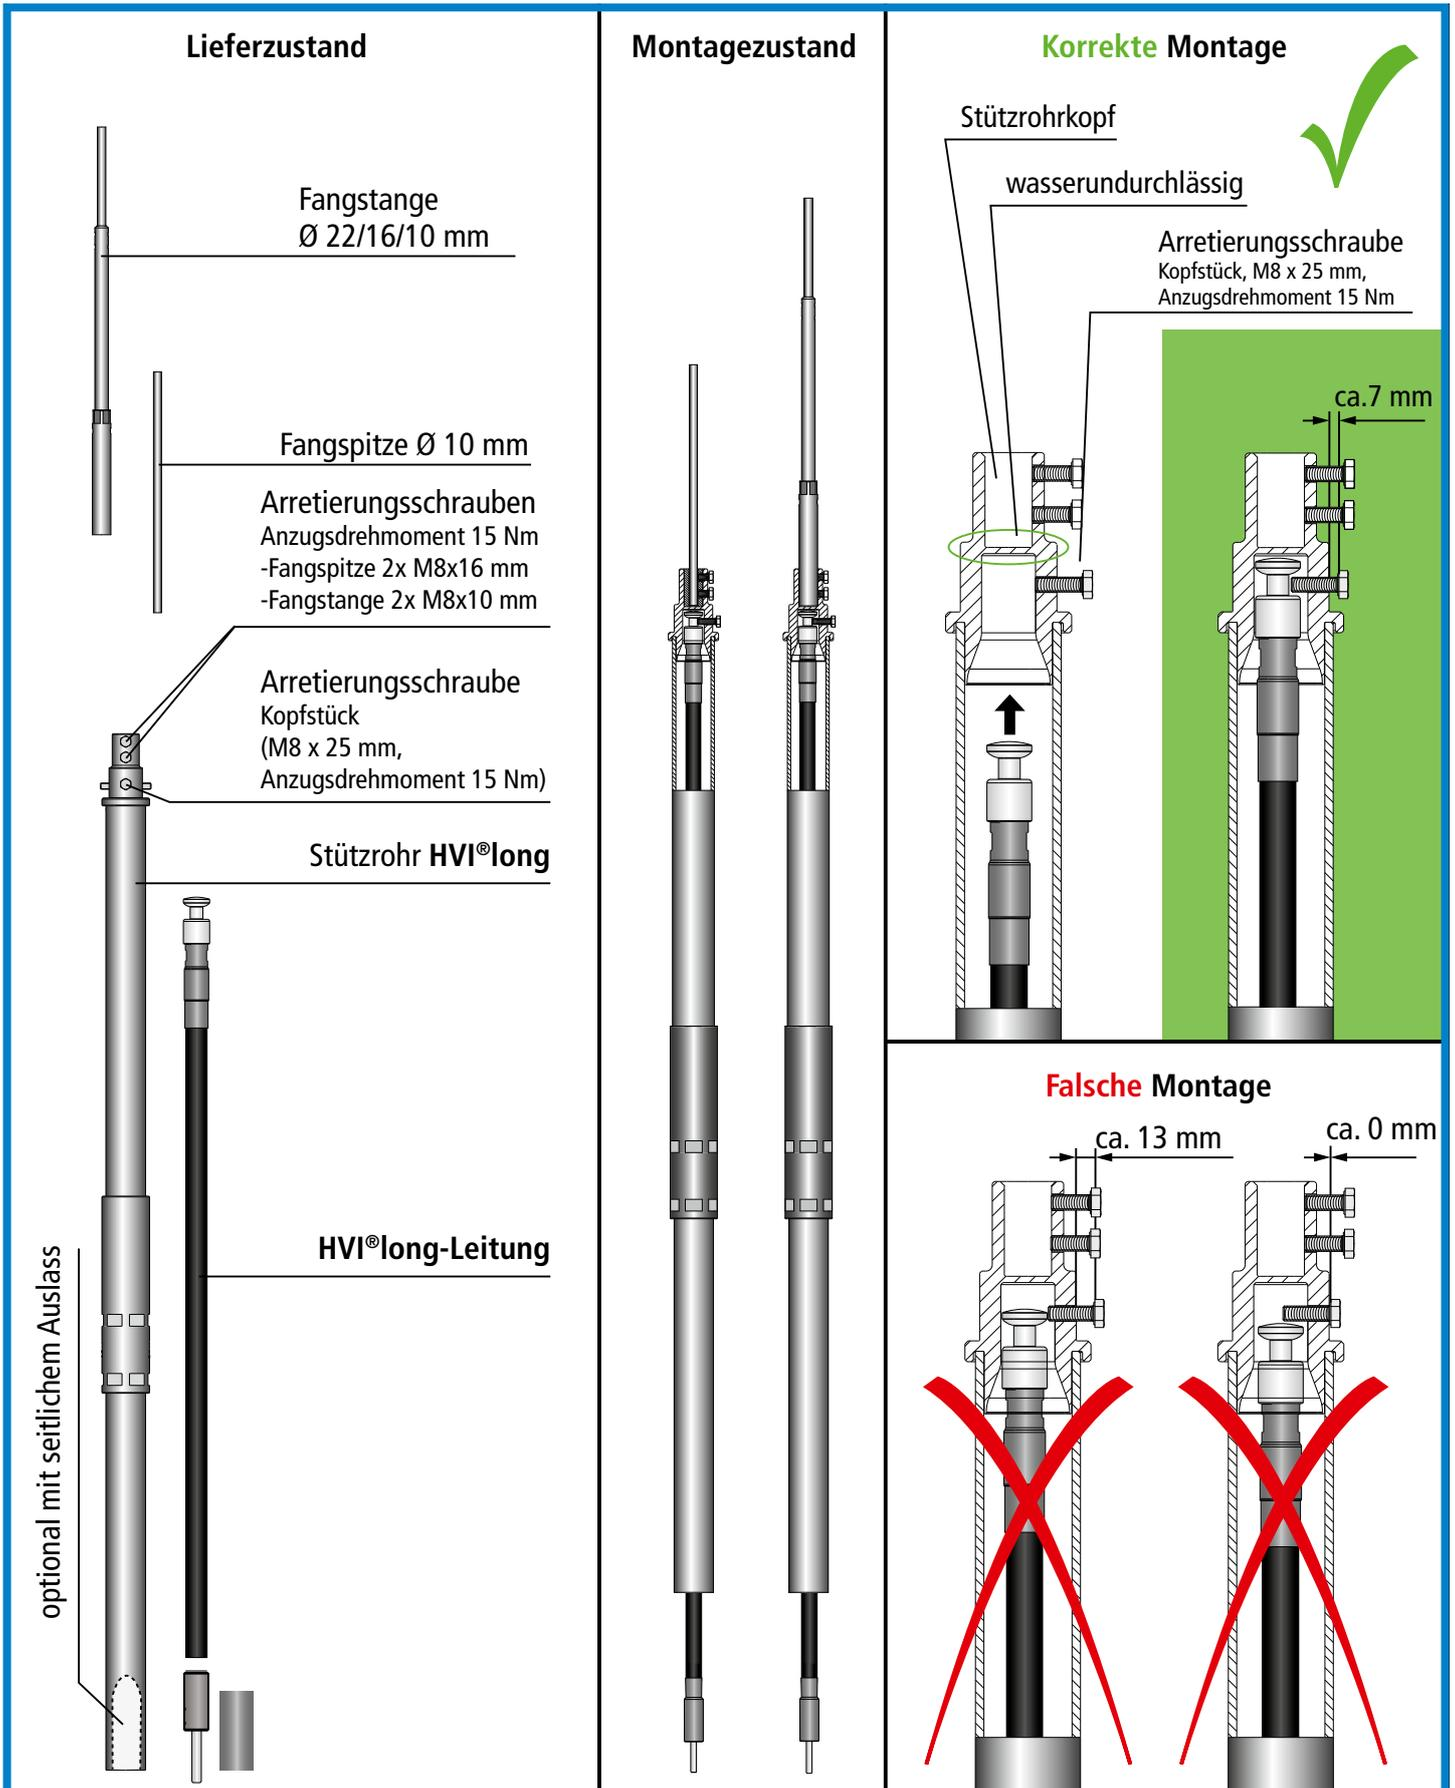

Bild 5 Montage des Kopfstückes im Stützrohr
Vor der Montage des Stützrohres ist die konfektionierte **HVI®long-Leitung** mit montiertem Kopfstück voran in das Stützrohr einzuführen und zu befestigen (siehe hierzu auch Bild 5, Seite 21).
- ➔ Die ordnungsgemäße mechanische Befestigung der **HVI®long-Leitung** im Stützrohr ist zu überprüfen! (siehe Bild 5). Die korrekte Montage kann mit einem leichten Zug am Austritt der Leitung überprüft werden.